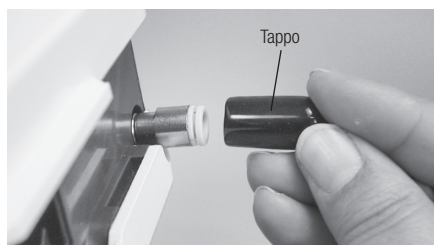

Fig.5
- 1) Rimuovere il tappo dal connettore per l'acqua corrente. (Fig. 5)